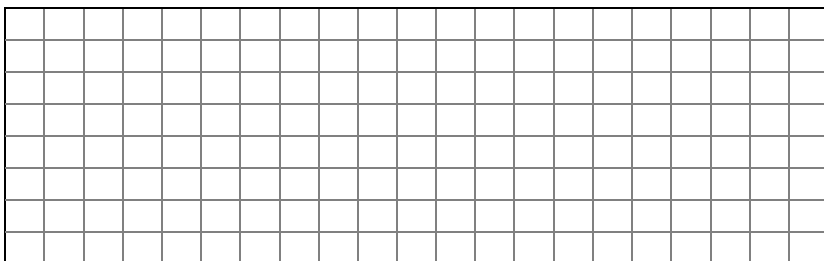

Рис. 3.2. Сетка для схемы измерения параметров трехфазной активной нагрузки, соединенной звездой
2. По указанию преподавателя в схеме, представленной в качестве примера на рис.3.1, внести изменения или составить и изобразить в рабочей тетради (сетка для рис. 3.2) одну из следующих схем включения активной нагрузки в трехфазную сеть: